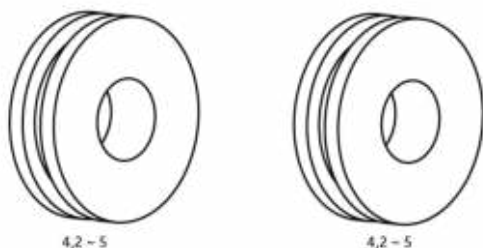

Рис. 8.9. Ролики.
- При значительном износе контактного подающего ролика (см. рис. 8.9) необходимо одновременно заменить два подводящих ролика.